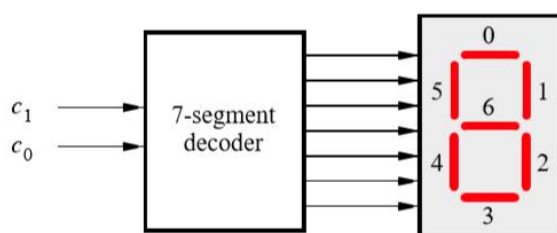

Figura 6: Um decodificador de 7 segmentos
O objetivo desta parte é exibir um caractere em um display de 7 segmentos. O caractere específico exibido depende de uma entrada de dois bits. A Figura 6 mostra uma entidade decodificadora de 7 segmentos que possui uma entrada de dois bits  $c_1$ ,  $c_0$ . Esse decodificador produz sete saídas que são usadas para exibir um caractere em um display de 7 segmentos. A Tabela 2 lista os caracteres que devem ser exibidos no display da DE0 dependendo da variação de  $c_1$ ,  $c_0$ . Observe que, em alguns casos, o caractere 'em branco' é selecionado pelo código 11.
2. Crie uma entidade VHDL para o decodificador de 7 segmentos. Conecte as entradas  $c_1$ ,  $c_0$  às chaves SW1-0 e conecte as saídas do decodificador ao display HEX0 na placa DE0. Os segmentos nesta exibição são chamados HEX00, HEX01, ..., HEX06, correspondendo à Figura 6. Você deve declarar a porta de 7 bits: